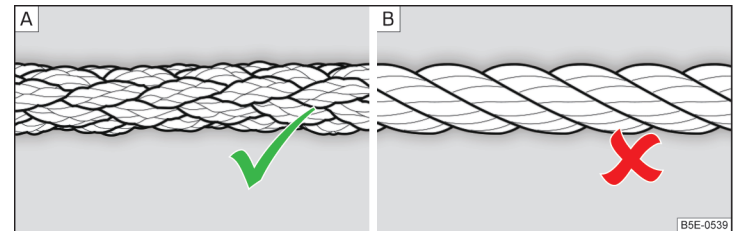

Fig. 189 Cablul de tractare împletit/cablul de tractare înfășurat
Pentru tractare trebuie utilizat un cablu de tractare împletit » fig. 189 - **A**.
- La tractare nu utilizați cablu de tractare înfășurat » fig. 189 - B, cârligul de tractare s-ar putea desface la autovehicul - există pericol de accident.